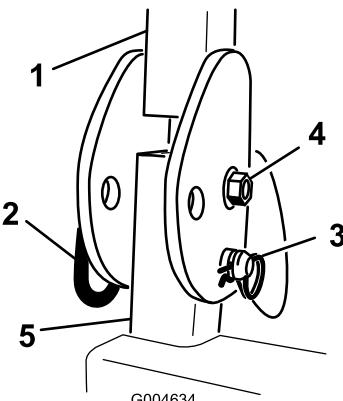

Figure 14
16. Montez le boulon, l'écrou, la goupille fendue et la goupille qui fixent chaque partie de l'arceau aux montants (Figure 14).